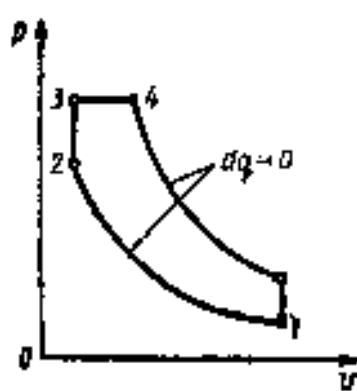

Рис. 3
3. Для цикла ДВС со смешанным подводом теплоты (рис. 3) определить параметры p , v , T всех крайних точек процессов и термический к.п.д. по